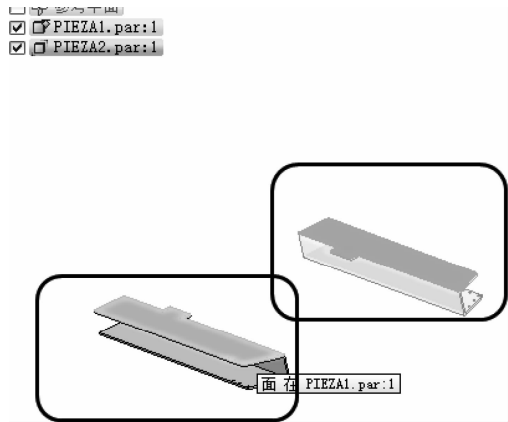

图 8-5 零件 1 与零件 2 面对齐配合
(4) 插入【零件 2】，零件透明区域状态下为智能装配状态，智能装配状态下的相关关系不用单击，配合【零件 1】与【零件 2】时，只需要把需要配合的部位用左键点一下即可，首先需要配合【零件 1】和【零件 2】上表面面对齐配合，依次单击【零件 1】和【零件 2】的上表面进行面对齐配合，如图 8-5 所示。